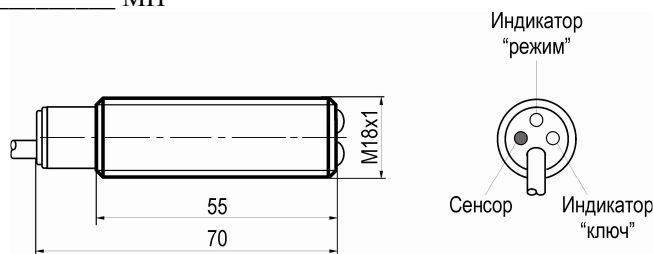

Рисунок 1 - Габаритный чертёж
- Органы управления и индикации расположены на торцевой поверхности датчика со стороны кабеля (рисунок 1).
- Процесс настройки датчика производится с помощью сенсора, представляющего собой круглую металлическую площадку диаметром 1,5 мм, которая расположена на торцевой стороне датчика со стороны кабеля (рис.1).